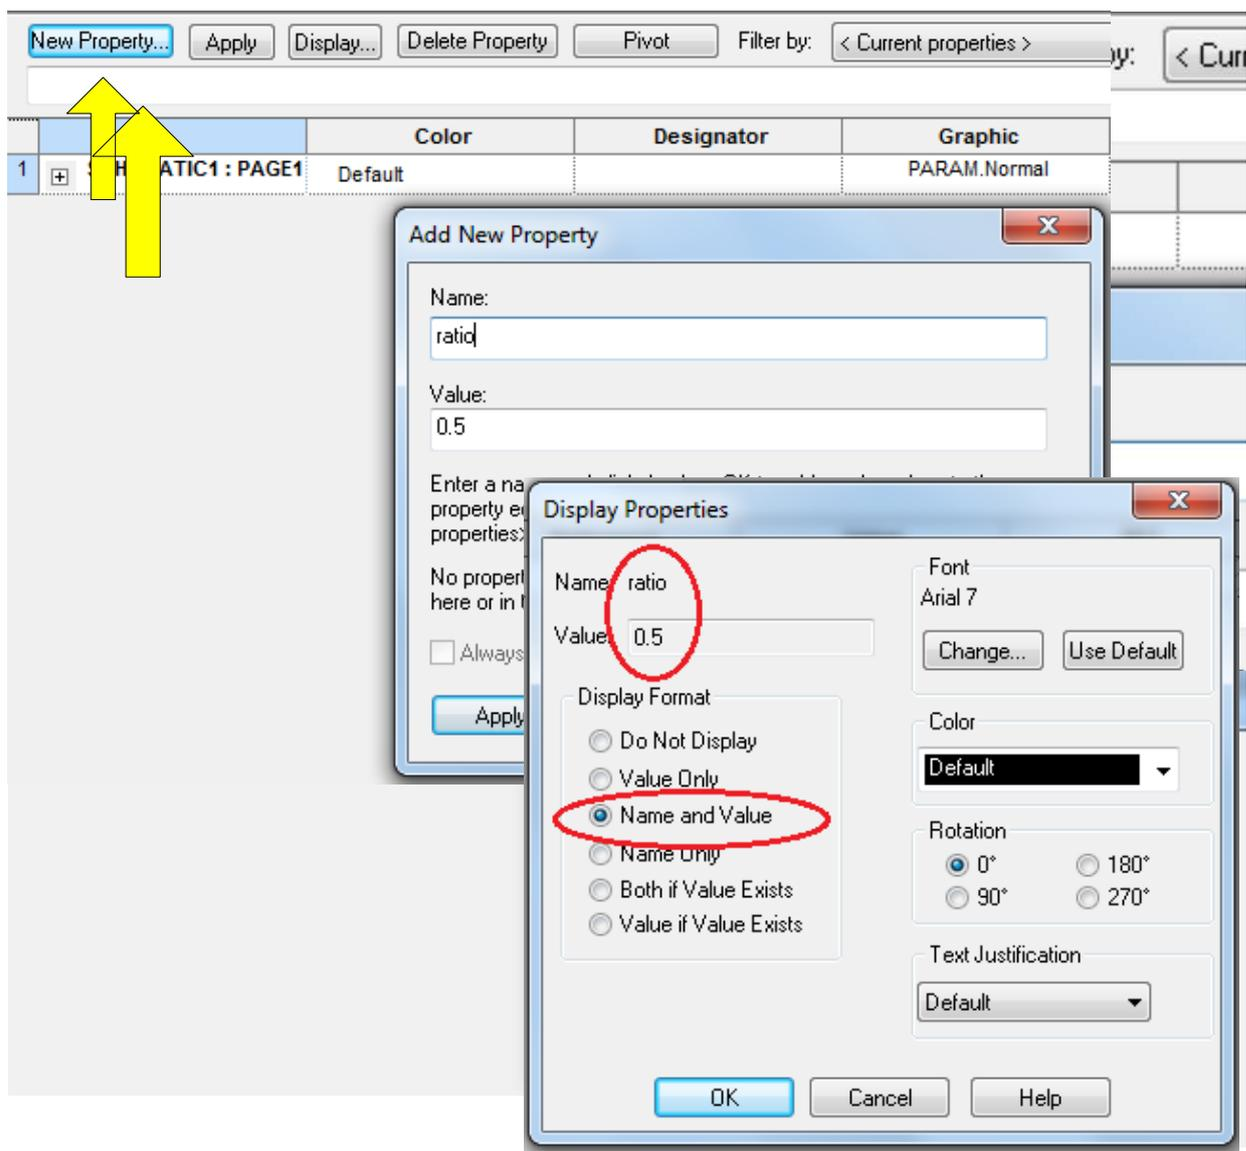

Рис. 2.33. Установка параметра ratio для потенциометра
2. Из библиотеки Special выбираем PARAM. Двойным щелчком открываем окно свойств. Устанавливаем переменный параметр ratio и нажимаем Apply (Рис. 2.33).
3. В свойствах компонента «Потенциометр» видим Value=PARAM. Выделяем ratio=0.5 (точка !) и нажимаем Display. Проверяем установку (рис. 2.33).